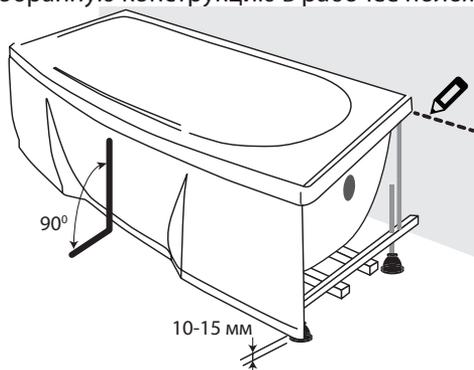

Рис. 28. Поддон на каркасе в рабочем положении. Отметьте на стене положение нижней кромки борта
10. Переверните собранную конструкцию в рабочее положение. См.рисунок 28.